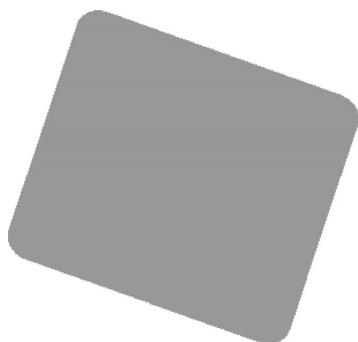

图 10-66 顶点倒圆角
STEP 05 单击“完成”按钮，即可顶点倒圆角，效果如图 10-66 所示。